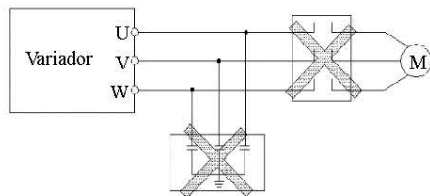

Fig.3-6 Contactor o condensador corrector del factor de potencia entre el variador y el motor
03. (3) Variador y motor han de estar conectados a una buena tierra. La resistencia de tierra será inferior a 10Ω.
05. No añada entre el variador y el motor condensador u otro dispositivo absorción de resistencia; tampoco añada contacto electromagnético. Si se necesita agregar el contactor y otros componentes, asegúrese de que el variador esté suspendido sin salida, como se muestra en la Fig. 3-6
06. Para favorecer el mantenimiento del variador es aconsejable montar un 07. elemento desconectador a la entrada de potencia (7) Se recomienda cablear las bornas (X1..., OC1..., FWD, REV), con cable de 0.75mm2, no necesita que sea apantallado, de usar cable apantallado colocar a tierra solo uno de sus extremos, evitar que la longitud de los cables supere los 20m.